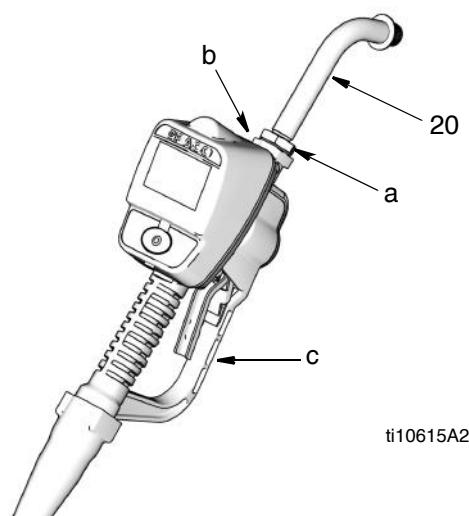

Рис. 18
**Установка удлинителя трубы (Рис. 18)**